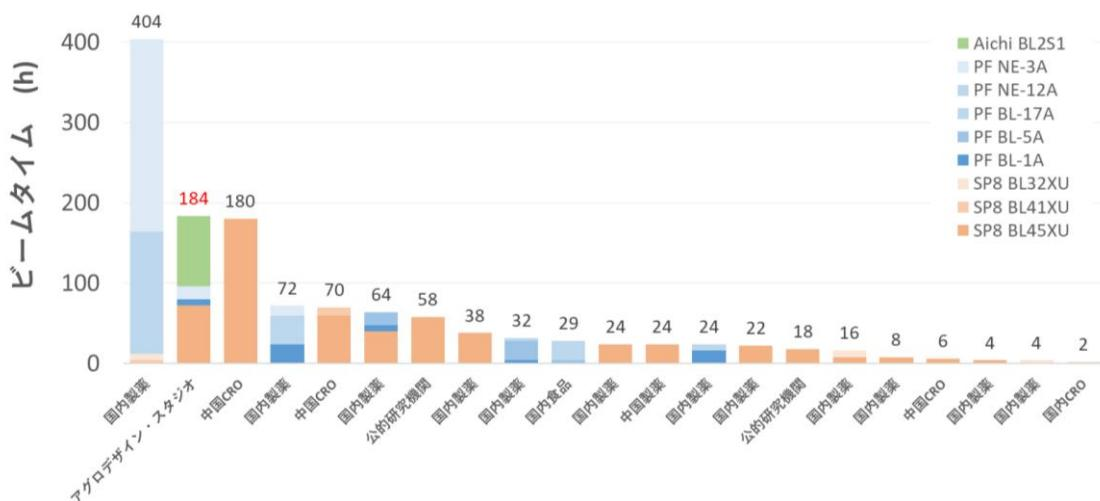

図 10 国内放射光ビームライン成果占有(商用)測定時間数 (2022 年 8 月～12 月) ※公知情報より当社調べ
当社は自社創農薬のために放射光施設での豊富なビームタイム（測定時間）を利用してきました。国内外の放射光施設の SPring-8、高エネルギー加速器研究機構 Photon Factory (PF)、あいちシンクロトロン光センター (AichiSR)、スイス国 Swiss Light Source(SLS)、フランス国 European Synchrotron Radiation Facility (ESRF) のビームタイムを週に 1 度以上のペース（年間 300 時間以上）確保しているため、迅速にデータ収集を行えることが当社の強みの一つです（図 10）。このうち、SPring-8 と PF は夏季に長期運転休止期間がありますが、AichiSR と SLS (2024 年は ESRF で代替) は日本の夏季も稼働しております。特に当社は SLS と年間 176 時間以上のビームタイ